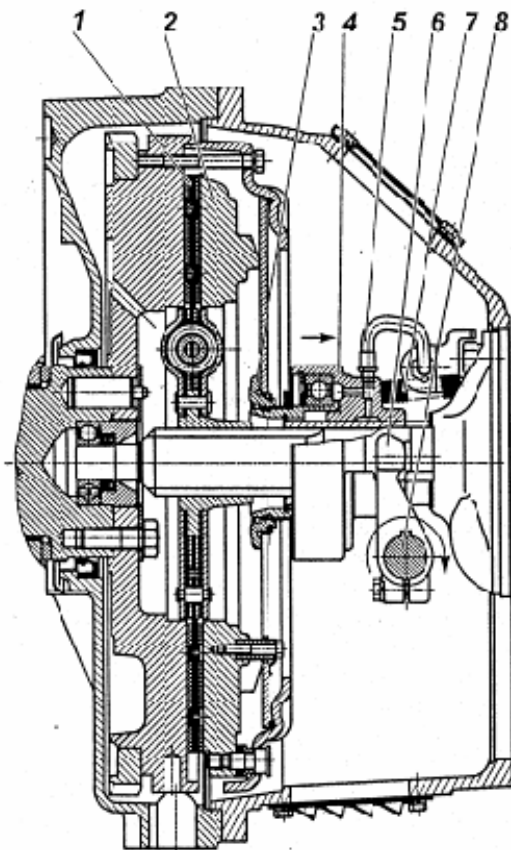
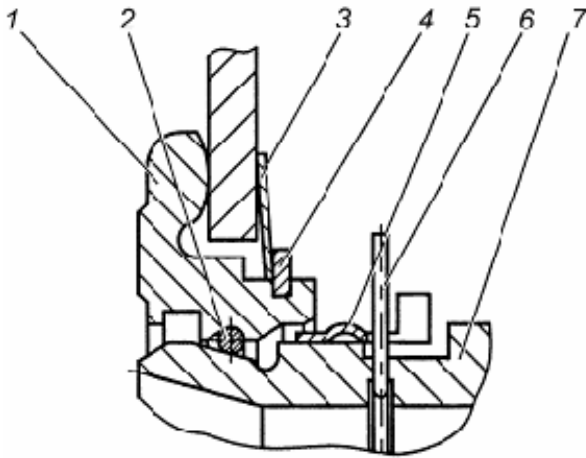

Рис. 99. Сцепление:
Рис. 101. Запорное устройство:
Диафрагменное сцепление (рис. 99) состоит из ведущих и ведомых частей, а также деталей механизма выключения сцепления, устанавливаемых в картер сцепления.
Механизм выключения сцепления состоит из муфты 4 (рис. 99) с подшипником, вилки 6 и валика 8. Муфта соединена через упорное кольцо 3 с диафрагменной пружиной с помощью запорного устройства.
Оттяжная пружина 7 (рис. 99) исключает проворот и осевые перемещения втулки 7 относительно упорного кольца 1 (рис. 101). По мере износа фрикционных накладок муфта выключения сцепления 4 перемещается вместе с пружиной в сторону маховика, при этом конструкция привода выключения сцепления автомобиля или другого транспортного средства обеспечивает поворот вилки 6 (рис. 99) по часовой стрелке после выбора зазора между лапками вилки и муфтой за счет периодической регулировки привода или постепенный поворот за счет конструкции гидропривода.
Конструкция запорного устройства показана на рис. 101. Она включает в себя упорное кольцо 1, втулку подшипника муфты 7 с фасонной канавкой, пружинное кольцо 2 круглого сечения, а также замковое кольцо 5. Упорное кольцо 1 устанавливается на диафрагменную пружину при сборке нажимного диска с кожухом и удерживается за счет пружинной шайбы 3 и стопорного кольца 4. На рисунке муфта заперта (соединена) с упорным кольцом. Внутри втулки подшипника муфты 7 установлено предохранительное кольцо 6, имеющее снаружи выступающий ус, препятствующий случайному рассоединению муфты выключения сцепления и упорного кольца 1.
Выключение сцепления обеспечивается поворотом вала по часовой стрелке. Допустимое направление перемещения муфты и поворота вала для выключения сцепления показано на рис. 99 стрелками. Перемещение муфты и поворот вала в обратном направлении не допустимо.
- 5 С помощью специальной оправки сцентрировать кольцо 3 (рис. 101) относительно оси коленчатого вала двигателя.
- 2 Убедиться, что муфта выключения сцепления отведена до упора в крышку подшипника первичного вала коробки передач пружиной 7 рис. 99.
Проверка качества установки сцепления (отсутствие "ведения", контроль величины крутящего момента на валу вилки) осуществляется на неработающем двигателе. Для этого необходимо повернуть вал вилки на угол $9^{\circ}30'$... 11° по часовой стрелке, что соответствует перемещению муфты на 11...13 мм от двигателя. При этом выходной вал коробки передач, при включенной передаче, должен вращаться при приложении крутящего момента не более 5 Н·м (0,5 кгс·м). Поворот вала вилки выключения сцепления по часовой стрелке показан на рис. 99.
- 4 Совместить полукруглый паз на муфте выключения сцепления в передней ее части с выступающим усом предохранительного кольца 6 (рис. 101) и, утопив его каким-либо предметом, удерживать в утопленном положении через центральное отверстие муфты выключения сцепления.